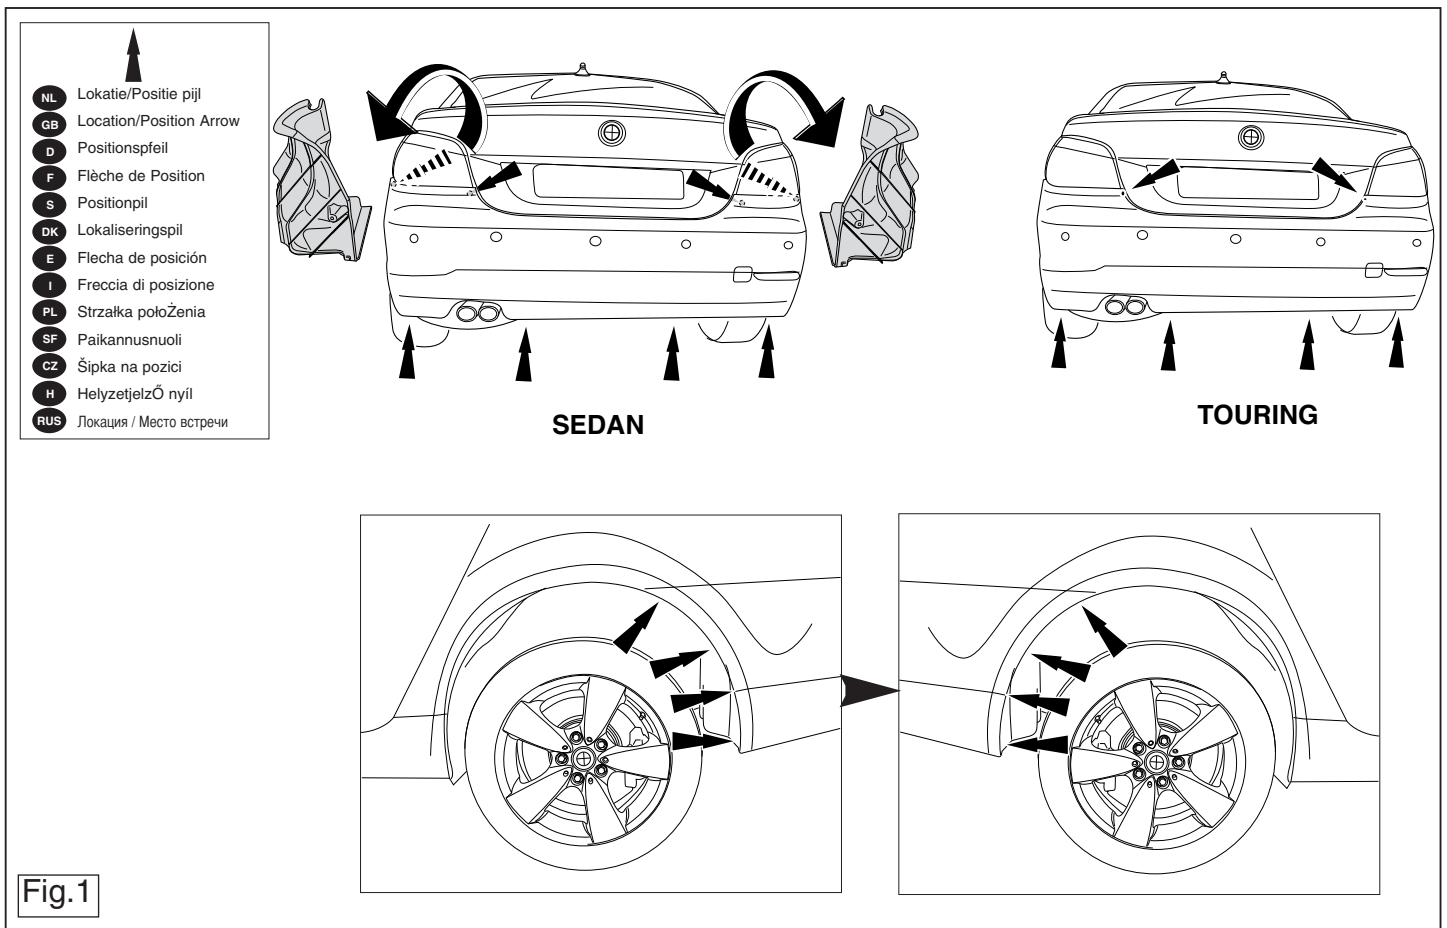

Fig.1
1. Demonter sidepanelerne fra bagagerummet. Demonter kofangeren, inklusive køretøjets støtdøjlsøke. Denne bliver overflødig. Se fig. 1.
1. Zdemontować panele boczne w bagażniku. Zdemontować z pojazdu zderzak wraz ze stalową belką zderzakową, belka zderzakowa nie będzie ponownie używana. Patrz rysunek 1.